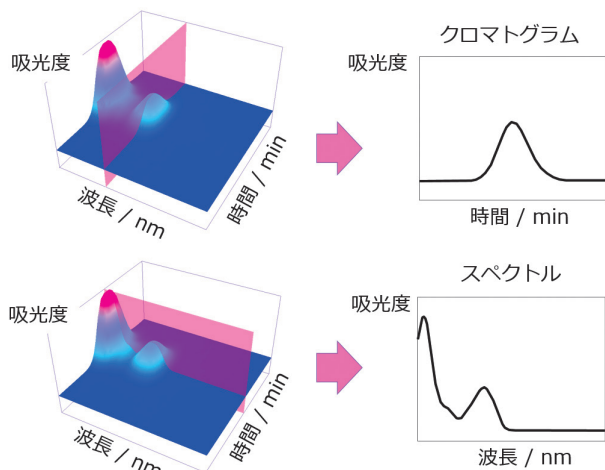

図4 PDA 検出器で得られるクロマトグラム及びスペクトル
3.2にて述べた通り、PDA 検出器を用いることで、分析対象成分の三次元のデータを得ることができる(図4)。例えば、横軸を時間、縦軸を吸光度とすると特定波長でのクロマトグラム(図4上)を描画することができ、ま
た、横軸を波長とすると、特定時刻でのスペクトル(図4下)を描画できる。UV-VIS 検出器を用いた場合、ピークの定性情報は保持時間のみであるが、PDA 検出器では、保持時間に加え、標準試料のスペクトルと検出された成分のスペクトルの比較が可能(図5)なため、ピーク同定能力の向上が可能である。また、標準試料のスペクトルを事前に登録しデータベースを構築し、検出されたピークの UV スペクトルとの一致度を検索することもできる。